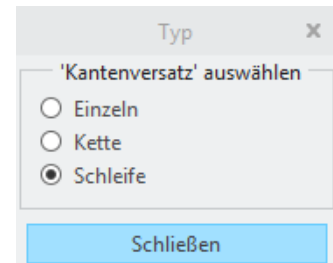

Abb. 2 Schleife
- ▶  Profil ▶ E_TEILUNG ▶  Versatz ▶ Typ „Schleife“ (Abb. 2) auswählen